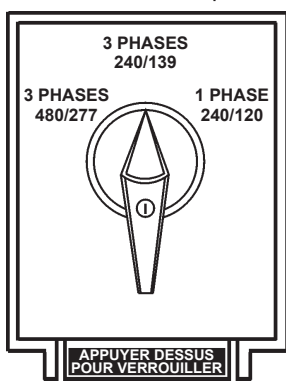

**Figure 20. Commutateur de sélection de tension
1. Mettre le commutateur de sélection de tension dans la position 3Ø 240/139 comme indiqué dans la Figure 20.